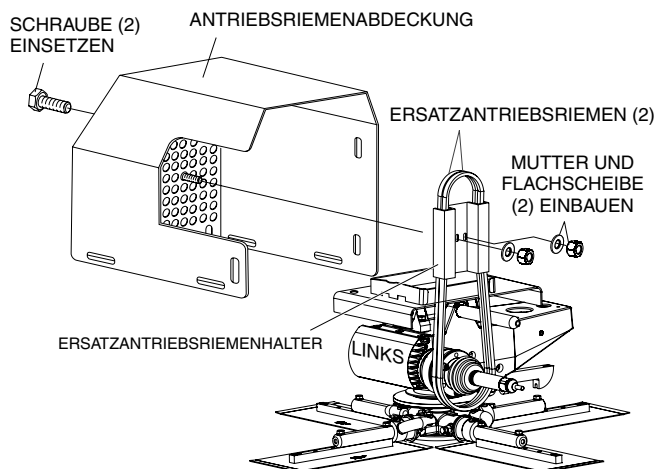

Abbildung 26. Befestigen des Ersatzantriebsriemenhalters
5. Positionieren Sie beide Ersatzantriebsriemen auf den Ersatzriemenhalter, wie in Abbildung 26 gezeigt wird. Ersatzriemenhalter wieder auf dem Tank befestigen.